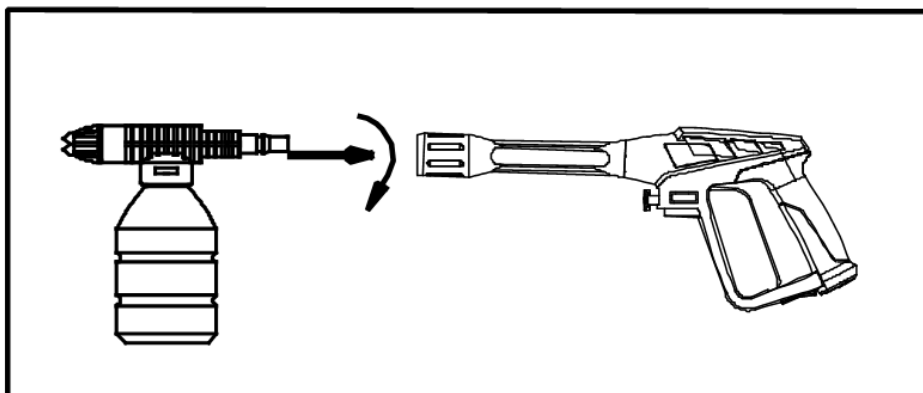

Abbildung 11 - Anschließen des Reinigungsmittelapplikators an die Hochdruckpistole
- 4) Schließen Sie den Reinigungsmittelapplikator an die Pistole an (siehe Abb. 11).